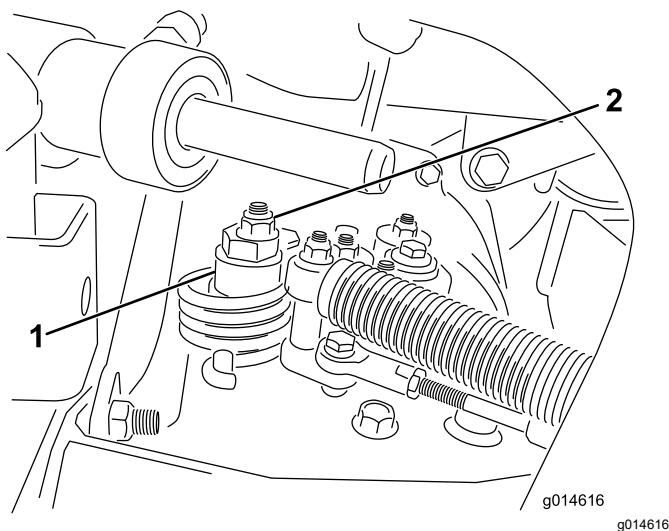

Figure 53
- A. Desserrez l'écrou de fixation de l'excentrique en haut de l'hydrostat (Figure 53).
- C. Tournez l'excentrique jusqu'à ce que la roue ne tourne plus dans aucune direction. Lorsque la roue arrête de tourner, serrez l'écrou pour bloquer l'excentrique et le réglage (Figure 53). Vérifiez le réglage avec la commande d'accélérateur en position BAS RÉGIME, puis HAUT RÉGIME.